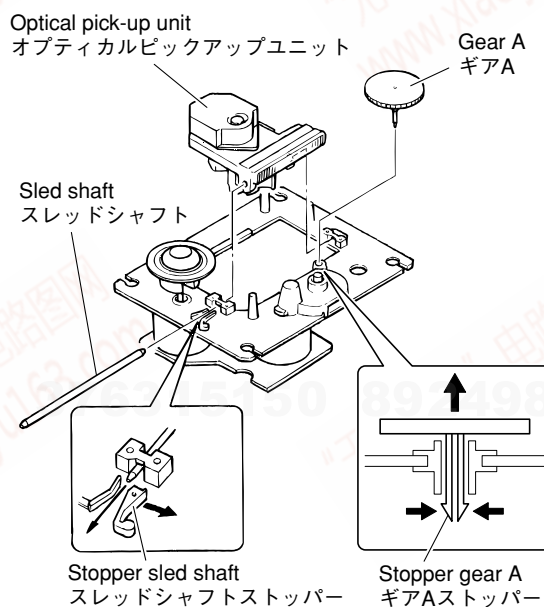

Fig. 6
- Remove stopper gear A and then remove the gear A. (Fig. 6)
- Remove stopper sled shaft and then remove the sled shaft. (Fig. 6)
- Remove the optical pick-up unit. (Fig. 6)
- ギアAストッパーを外し、ギアAを取り外します。(Fig. 6)
- スレッドシャフトストッパーを外し、スレッドシャフトを取り外します。(Fig. 6)
- オプティカルピックアップユニットを取り外します。(Fig. 6)